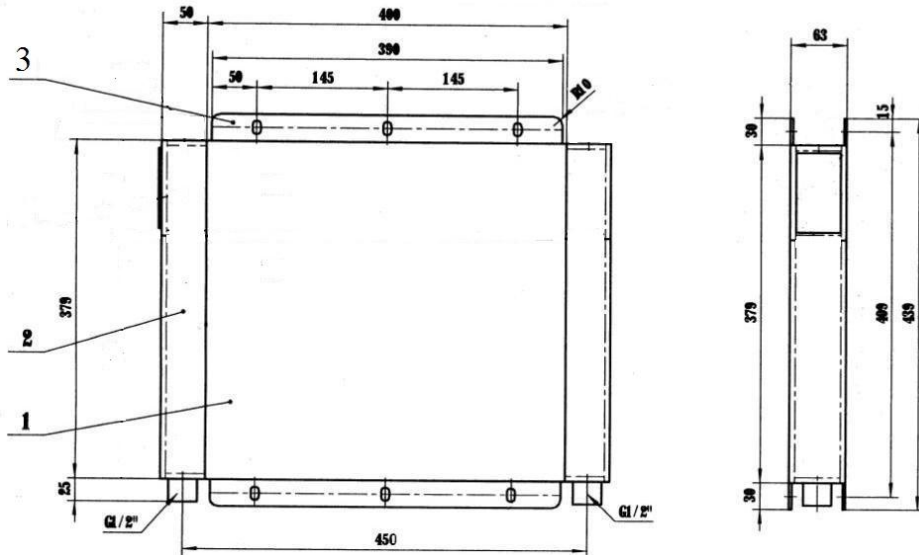

Рисунок 13. Блок охлаждения.
4.1.3 Блок охлаждения (рис.13) состоит из двухсекционного или односекционного радиатора пластинчатого типа. Блок охлаждения выполнен из алюминиевого сплава и служит для охлаждения масла и воздуха в двухсекционном или только воздуха в односекционном радиаторе.